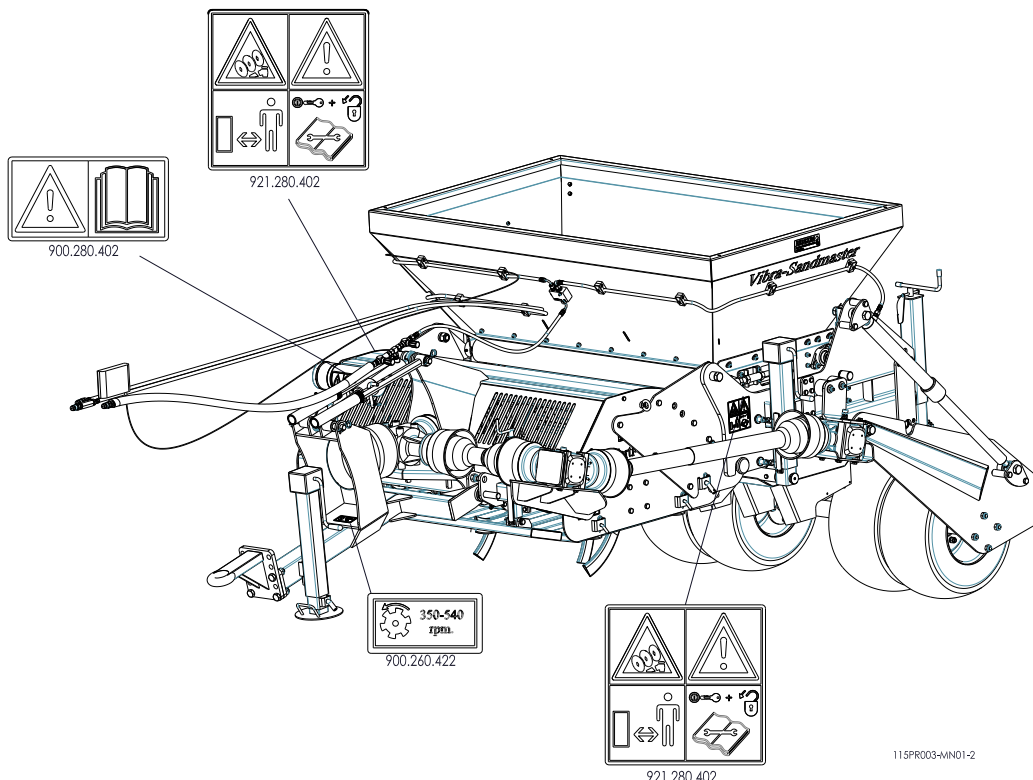

Fig. 5
De part et d'autre du VIBRA-SANDMASTER (Fig. 5) se trouvent des autocollants de sécurité avec une signification concordante. Ces autocollants de sécurité doivent être toujours bien visibles et lisibles et doivent être remplacés lorsqu'ils sont endommagés.
(7) Emplacement des autocollants de sécurité. (Fig 5.)